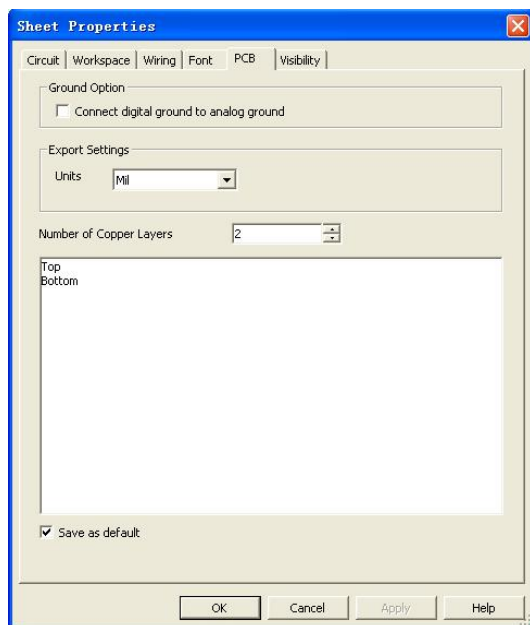

图 1-14 PCB 选项卡
- ① Font: 字体 (选择字体名称)。
- ② Font Style: 字体类型 (选择常规、粗体、粗斜、斜体)。
- ③ Size: 大小。
- ④ Change All: 全部更改。Component RefDes: 元件参考标识; Component Values and Labels: 元件参数和标签; Component Attributes: 元件属性; Footprint Pin Names: 器件封装的引脚名称; Symbol Pin Names: 标注的引脚名称; Net Names: 网络名字; Schematic Texts: 原理图文本; Comments and Probes: 注解; Busline Name: 总线连线名称。
- ⑤ Apply To: 应用于。Selection: 选择; Entire Circuit: 整个电路。
- ⑥ Save as default: 保存为默认值。
- 5) PCB: PCB 选项卡如图 1-14 所示。
- ① Ground Option: 接地选项。Connect digital ground to analog ground: 将数字与模拟地相连。
- ② Export Settings: 导出设置。
- ③ Number of Copper Layers: 铜层的编号。
- ④ Save as default: 保存为默认值。
- ① Fixed Layers: 固定层。
- ② Custom Layers: 自定义层。